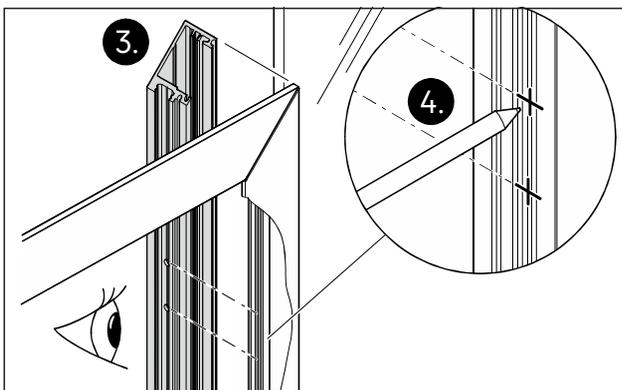

Abb. 32 Die Position der Zargen-Klemmstück aus Sicht der Bandgegenseite bestimmen
3. Die Deckprofile für die Zarge auf der Bandseite an das Grundprofil für die Zarge halten (Abb. 32).